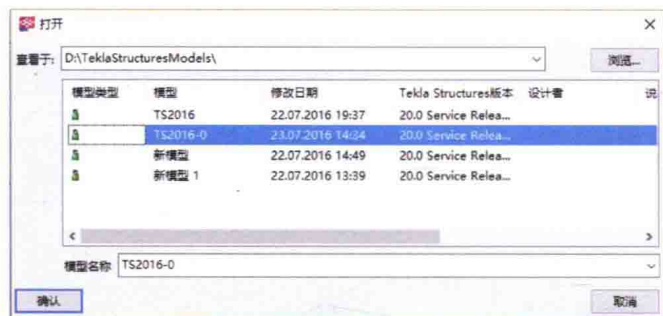

图 1-14 打开
(1) 单击“文件”→“打开”, 或直接单击通用工具栏的“打开”工具, 会打开“打开”对话框, 如图 1-14 所示。
(2) 选择模型。默认情况下, Tekla 在 \Tekla Sdtructures Models 文件夹中搜索模型。如果模型在其他文件夹中, 应单击“浏览”以查找模型文件夹, 或使用查看的下拉列表查看最近使用的文件夹。